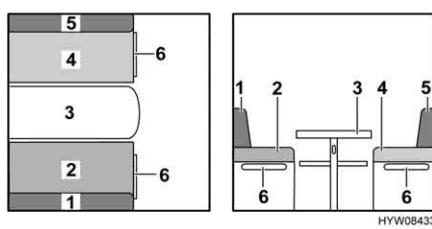

Fig. 64 Prima della trasformazione
- Allungare il tavolo (Fig. 64,3) e trasformare il tavolo in struttura di supporto letto (vedi paragrafo 6.7).
- Rimuovere i cuscini dello schienale (Fig. 64,1 e 5) e riporli.
- Sfilare le due prolunghes dei sedili (Fig. 64,6) dalla piastra di presa.